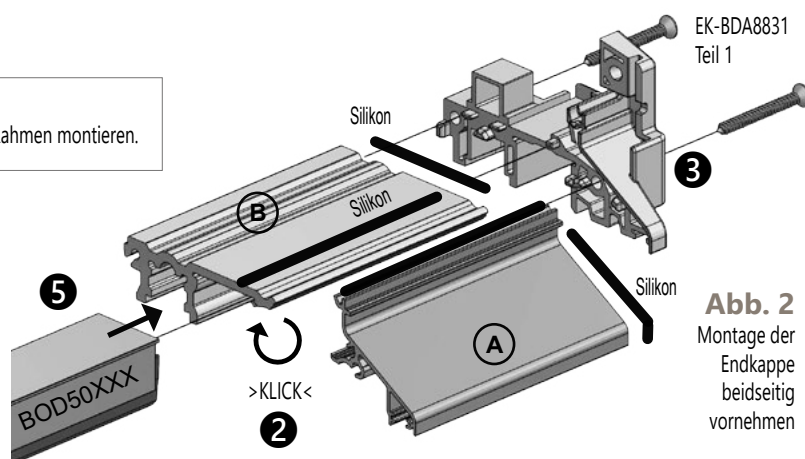

Abb. 2
2. Jetzt das Aluminiumprofil (A) und Kunststoffprofil (B) zusammenfügen. Dazu werden die Teile ineinander gedreht bis sie hörbar einrasten. Es ist etwas Kraftaufwand notwendig. Abb. 2
3. Die Endkappe EK-BDA8831 für das Adapterprofil besteht aus zwei Teilen. Beidseitig Teil 1 der Endkappe zum Adapterprofil abdichten und mit den Edelstahlschrauben am Adapterprofil montieren (Abb. 2).
5. Bodendichtung BOD50XXX in die dafür vorgesehene Nut im Adapterprofil schieben. (Abb. 2)